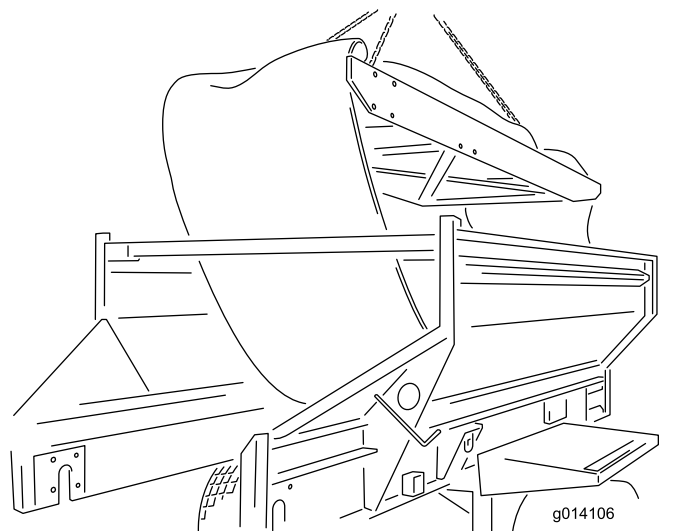

Figura 61
24. Rimuovete il telaio portante sollevandolo ed estraendolo da sopra la macchina. Posatelo al suolo (Figura 61).